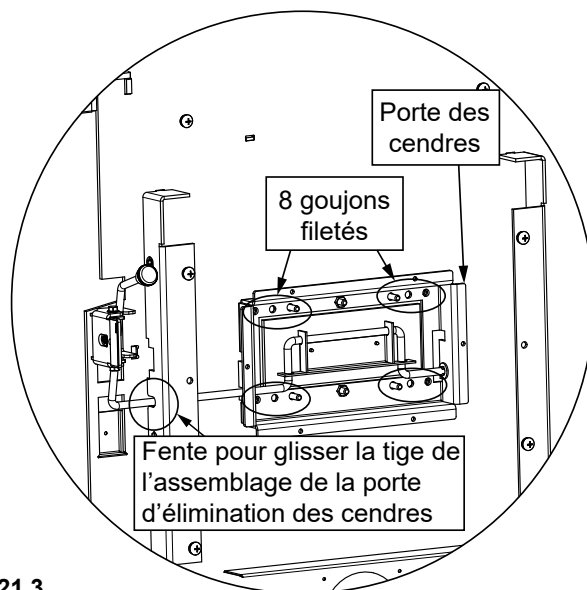

Figure 21.3
7. Installez la porte à cendres en glissant de biais la tige dans la fente sur le côté gauche (**Figure 21.3**).
8. Glissez la porte à cendres sur les 8 vis sortant du fond de l'appareil. Fixez les écrous et les rondelles en utilisant une clé à douille 7/16 (**Figure 21.3**).
9. Installez le verrou de l'ARS en glissant l'ensemble du verrou sur les 2 goujons sortant du fond gauche de l'appareil. Fixez en utilisant deux écrous à l'aide de la clé à douille 7/16 (**Figure 21.3**).
- Installez la porte à cendres en glissant de biais la tige dans la fente sur le côté gauche (**Figure 21.3 à la page 21**).
- Glissez la porte à cendres sur les 8 vis sortant du fond de l'appareil. Fixez les écrous et les rondelles en utilisant une clé à douille 7/16 (**Figure 21.3 à la page 21**).